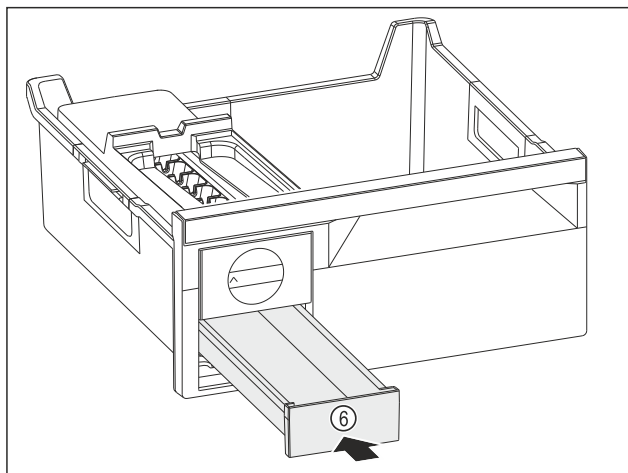

Fig. 193
- ▶ Zásuvku na kostky ledu Fig. 193 (6) zasuňte.